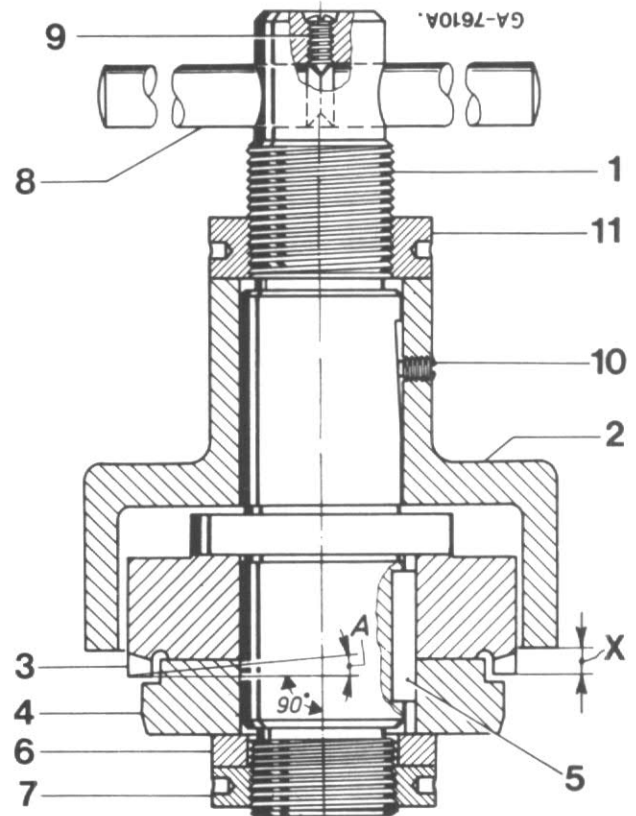

Figure 82
L'outil représenté par la fig. 82 sert à rectifier les alésages des carter moteurs de tous les moteurs à chemises humides mentionnés dans ce manuel.
Légendes de la fig. 82 :
NOTE: L'écrou de réglage (11) fig. 82 est marqué de repères gradués pour évaluer la profondeur de coupe. Chaque repère correspond à 0,10 mm.
6. Dévissez la vis de blocage (10) fig. 82. Desserrez l'écrou de réglage (11) en le faisant tourner dans le sens inverse d'horloge.
7. Insérez une jauge d'épaisseur de 0,10 mm entre le plan de joint du bloc-moteur et la cloche d'appui (2).
8. Revissez l'écrou de réglage (11) jusqu'à ce qu'il contacte la cloche d'appui (2). Serrez la vis de blocage (10). Enlevez la jauge d'épaisseur.
Après affûtage, les bords de coupe doivent être d'équerre autorisant un angle de 30 minutes (A), fig. 82.